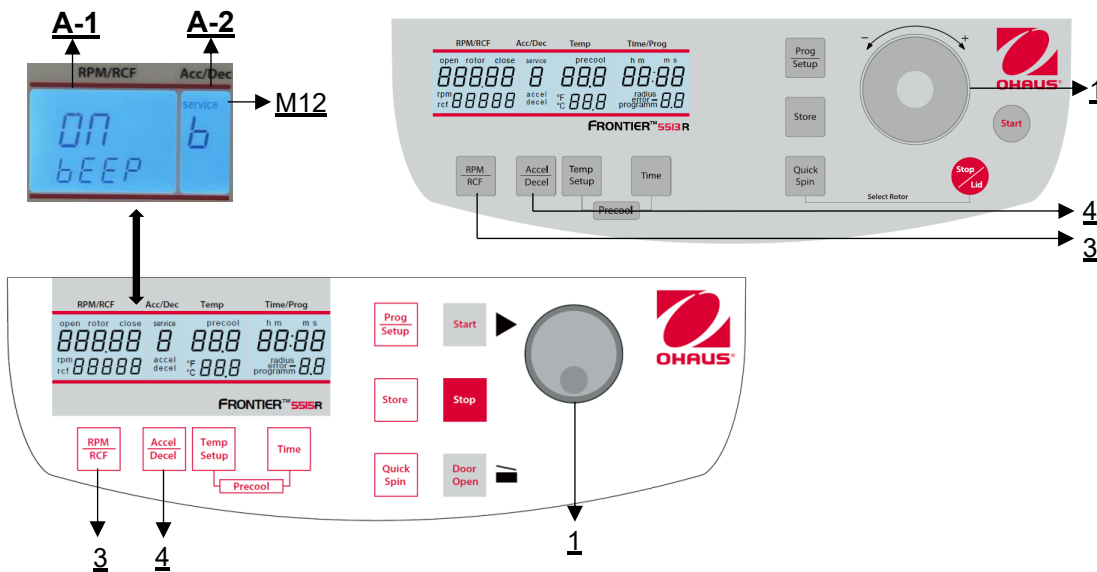

Figura 30
Proceda como se describe en el punto 4.1.1 para entrar en este modo de programación y, a continuación, pulse la tecla **"Acel/Decel"** (4). En la pantalla **"Acc/Dec"** (A-2) parpadea la palabra **"Service"** (M12). Seleccione ahora la letra **"b"** con la rueda táctil (1). Como resultado, en la pantalla **"RPM | RCF"** (A-1) aparece la palabra **"ON/BEEP"**. Después de pulsar la tecla **"RPM | RCF"** (3), puede activar (On) o desactivar (Off) el sonido del teclado con la rueda táctil (1) (véase figura 30).